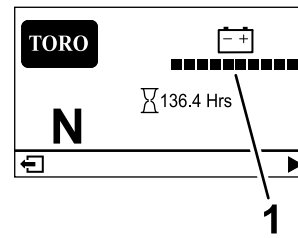

Bild 25
- **Hauptinformationsbildschirm (Bild 25):** Zeigt aktuelle Maschineninformationen an, während der Schlüssel in der Stellung EIN ist.